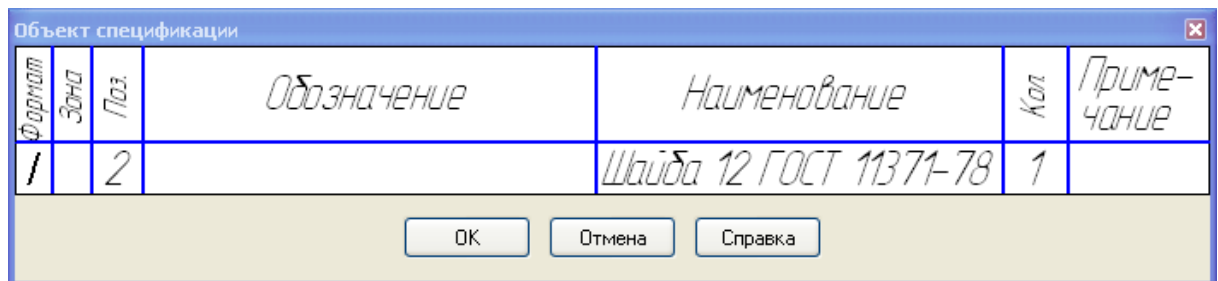

Рисунок9 – Окно строки спецификации
6. После вставки Шайбы появится окно строки спецификации (Рисунок9), нажмите ОК.